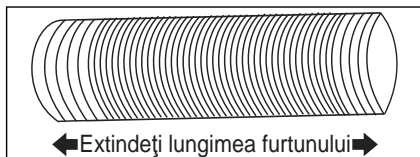
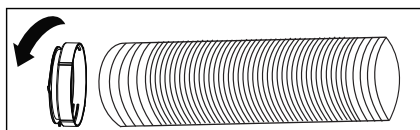

Fig. 5
Fig. 6
3. Extindeți oricare dintre capetele furtunului (Fig. 5) și înșurubați furtunul pe adaptorul A (Fig. 6).